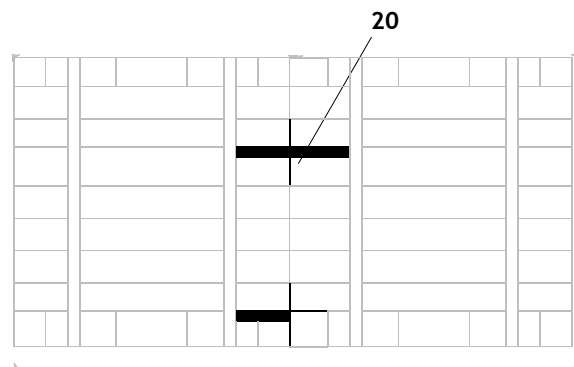

Fig. A4.02
2 x направл. скоба BFD (20) при $h = 2.70$ m на връзката между елементите (Fig. A4.02)